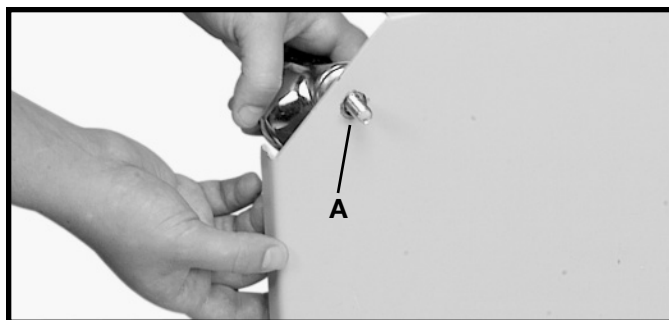

Fig. 3
2. Pour chaque roulette, insérer le boulon de la roulette dans les trous (A) fig. 3, de la base du dépoussiéreur (trois trous ne sont pas illustrés).